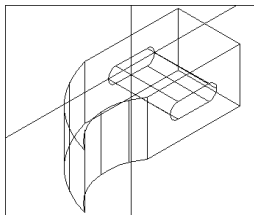

图 15-32
(13) 修剪处理。单击  按钮或者在命令行直接输入 `trim`, 修剪上述图形。
(14) 在命令行直接输入 `peedit`。将上述线段和圆弧连接成一个整体。
(15) 单击  按钮或者执行 `Drawing→Region`。将上述多义线进行面化。
(16) 生成实体。单击  按钮或者在命令行直接输入 `extrude`, 拉伸上述多义线区域, 拉伸高度为 -35。执行 `View→3D Views→SE Isometric` 命令, 结果如图 15-32 所示。